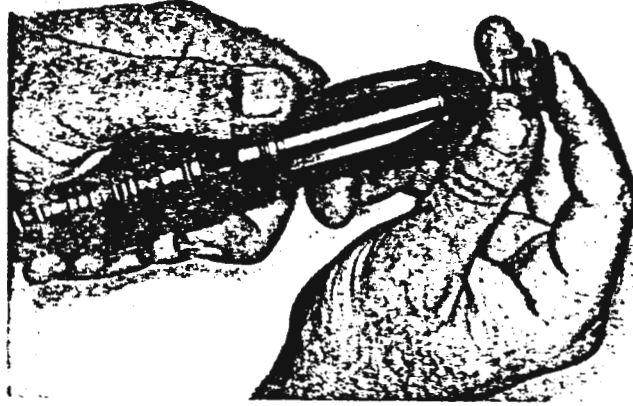

Fig. 11.
- Setetetningen fig. 11, tas av injektoren eller injektorens "brønn" for rengjøring og kontroll. Defekt setetetning byttes.